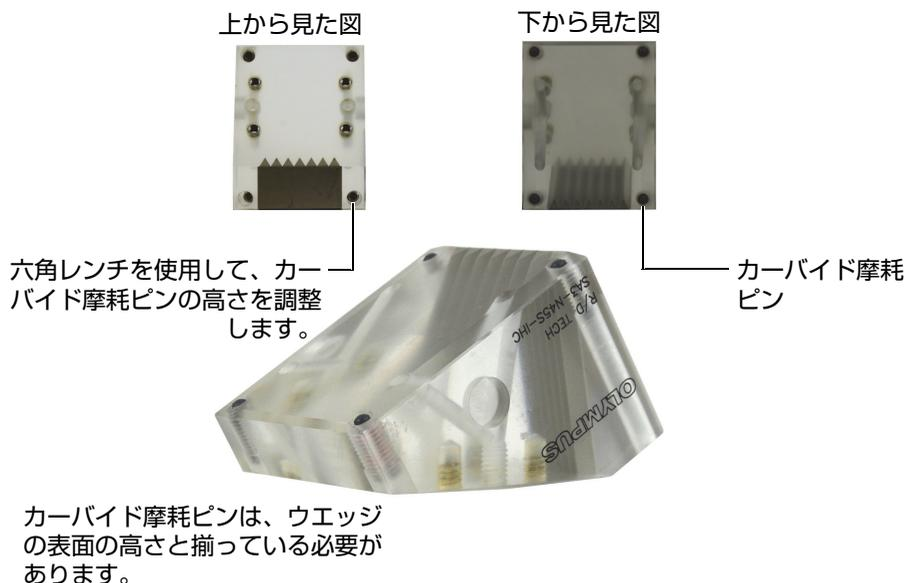

図 2-17 ウエッジのカーバイド摩耗ピンの調整
ウエッジは、検査対象表面を介して超音波を十分に伝播させるために探触子またはフェーズドアレイプローブを保持し、カプラントの流れを正しく誘導するように設計されています。ウエッジの摩耗を制限するために、ウエッジの接触面の各隅にカーバイド摩耗ピンを挿入できます（52 ページの図 2-17）。
- ◆ 六角レンチを使用して、取り付けられた各ウエッジ上のカーバイド摩耗ピンの高さを調整します。各ピンの上部が、ウエッジの表面の高さと揃っていることを確認します（52 ページの図 2-17）。